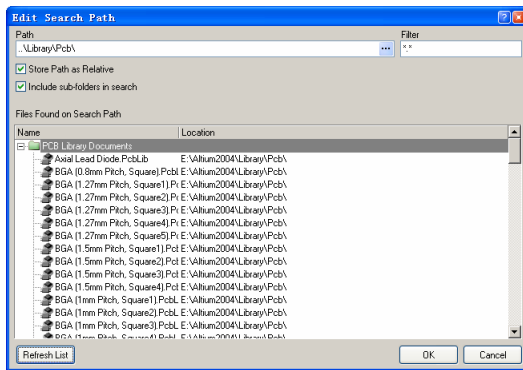

图 5.32 刷新后的列表
- (9) 单击“Edit Search Path”对话框中的按钮，打开“浏览文件夹”对话框。
- (10) 在“浏览文件夹”对话框中选择“Altium Designer\Library\PCB”，单击“确定”按钮。
- (11) 单击“Edit Search Path”对话框中的“Refresh List”按钮，刷新文件列表，如图 5.32 所示。